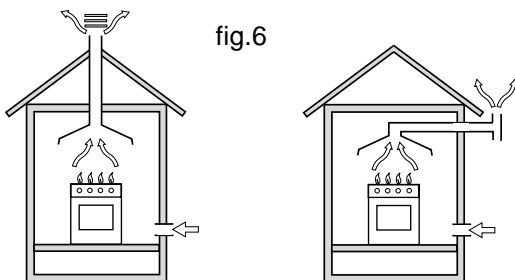

fig.6
- O aparelho precisa escoar os produtos da combustão mediante um adequado exaustor, que deve estar ligado a uma chaminé, a um condutor de fumo ou directamente para o exterior (fig. 6).